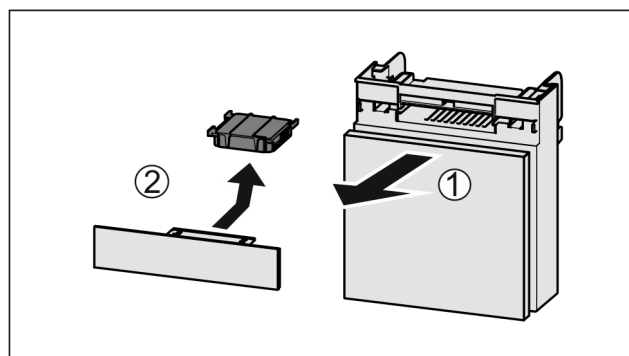

Fig. 166
- ▶ Pretinac izvucite Fig. 166 (1) prema naprijed.
- ▶ Izvadite filter s aktivnim ugljenom Fig. 166 (2).